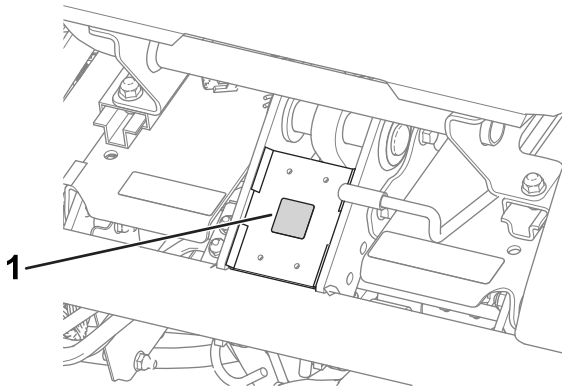

図 11
- CE マークステッカーを、運転席前下のフレーム部分に貼りつける 図 11。